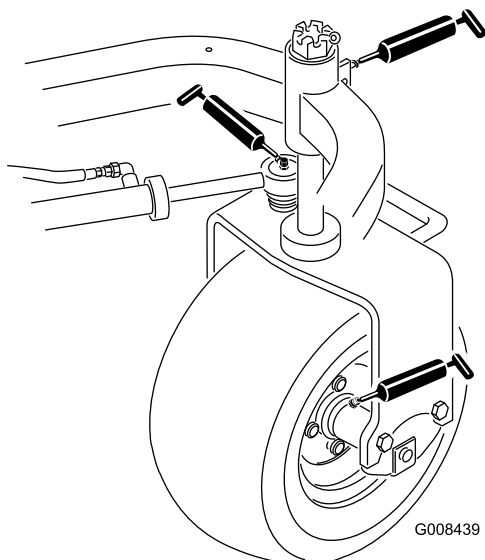

Рисунок 27
- Ступица заднего колеса (1) (Рисунок 27)
- Подшипник поворотного колеса (1) (Рисунок 27)
- Гидроцилиндр рулевого управления (2) (Рисунок 27)